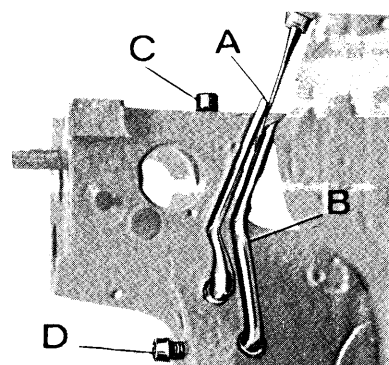

fig. 9
6. Montaggio spingi asola e salva-ago (fig. 9)